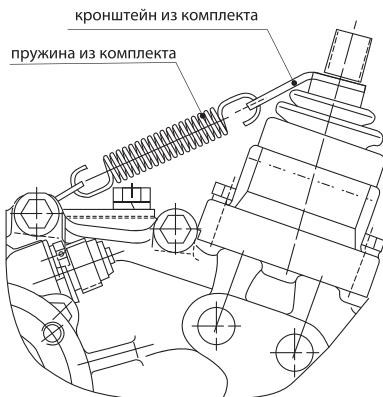

Рис. 18
6. Произведите сборку механизма РК в соответствии с Рис. 18.